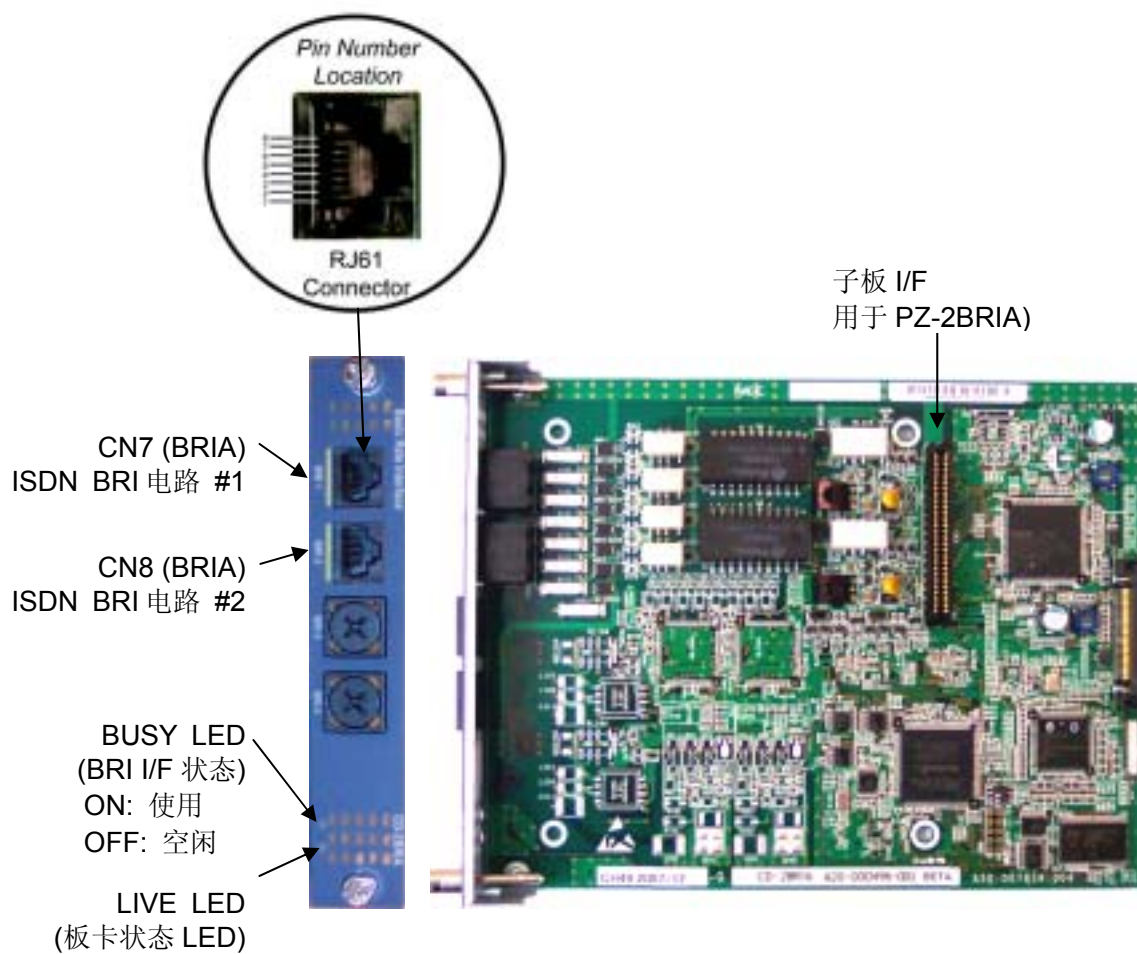

图 4-22 CD-2BRIA 板
2. 在进行第 3 步之前，证实状态 LED 闪亮。“LED 的位置参考“图 4-22”。
3. 连接 NT1 网络终端缆线到 CD-2BRIA 板卡和/或 PZ-2BRIA 子板的 CN7 或 CN8 连接器。“连接器的位置参考“图 4-22”。
“表 4-37” 说明 CD-2BRIA 板上 LED 的相关功能和工作状态。板卡上 LED 的位置参考“图 4-22”。
“表 4-38” 表示 RJ-61 连接器用于 S-Bus 和 T-Bus 的引线出脚。CD-2BR1A 板连接器的位置参考 “图 4-22” 。